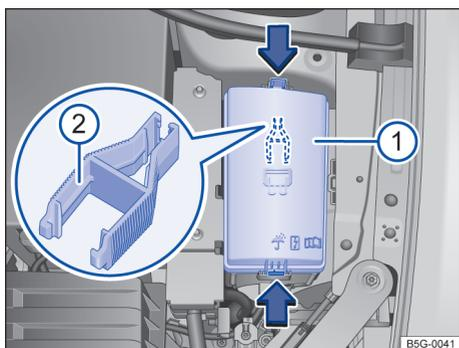

Fig. 159 No compartimento do motor: cobertura ① da caixa de fusíveis com pinças de plástico ②.
- Para desbloquear a cobertura da caixa de fusíveis, pressione os botões de travamento no sentido indicado pelas setas → Fig. 159.